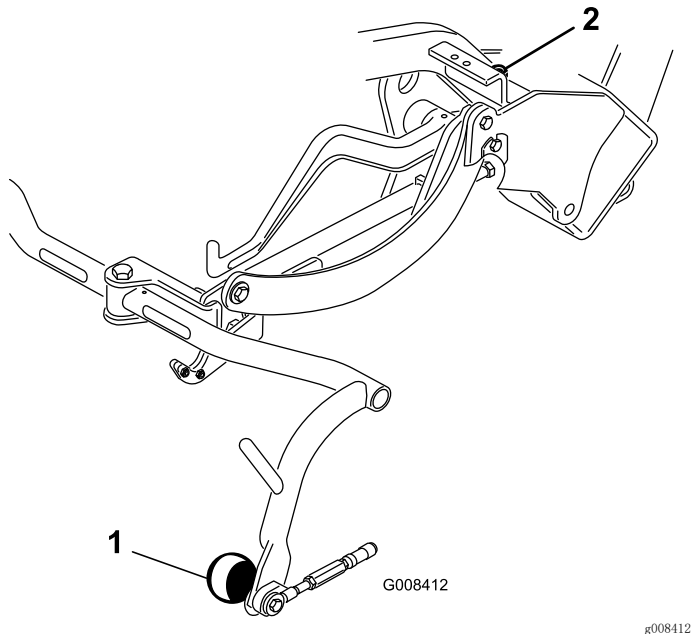

图 6
4. 如果必须调节间隙，应拧松承载架限位螺丝上的锁紧螺母（图 6），上下旋转螺丝以升起或放低承载架。拧紧锁紧螺母，固定调整。